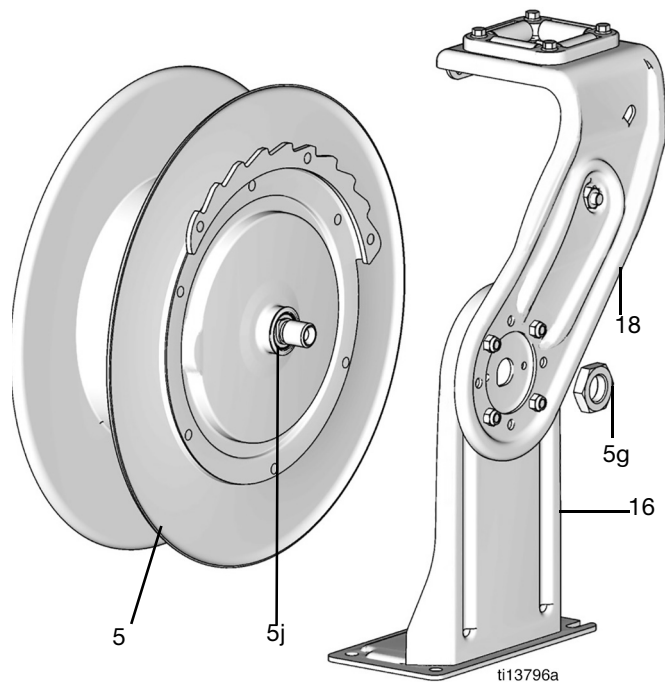

FIG. 20
REMARQUE : Les lettres de référence dans les instructions suivantes se réfèrent à la FIG. 18 - FIG. 20.
7. Retirer et jeter l'écrou (5g) (FIG. 20).
8. Retirer complètement, en une seule pièce, le bras de guidage (18) et l'ensemble socle (16) et les mettre de côté pour les réinstaller sur la nouvelle bobine (FIG. 20).